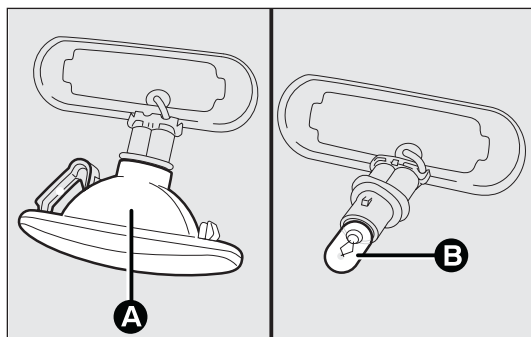

fig. 148
- extraire la lampe B-fig. 148 et la remplacer ;